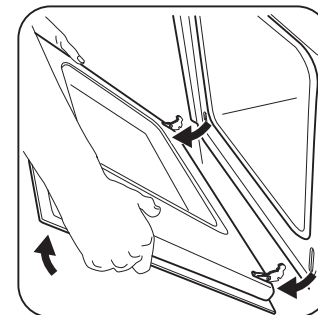

Figure 32: Maintien de la porte pour le retrait
3. Tenez fermement les deux côtés de la porte. N'utilisez pas la poignée de la porte du four. Fermez la porte du four à mi-chemin de la première position d'ouverture. Tirez ensuite la porte vers l'avant et retirez-la de son siège (Figure 32).
1. Tenez fermement les deux côtés de la porte. N'utilisez pas la poignée de la porte du four (Figure 32).
2. En tenant la porte dans le même angle que pour le retrait, posez le crochet du bras de charnière sur les tiges situées de chaque côté du cadre de la porte (Figure 32). Les crochets des bras de charnière doivent être bien assis sur les tiges.